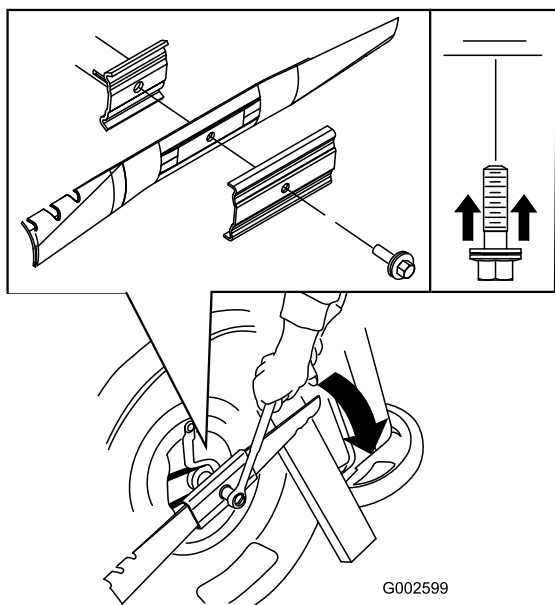

Figure 33
3. Utilice un bloque de madera para inmovilizar la cuchilla (Figure 33).
4. Retire la cuchilla, conservando todos los herrajes de montaje (Figure 33).
5. Instale la cuchilla nueva y todos los herrajes de montaje (Figure 33).